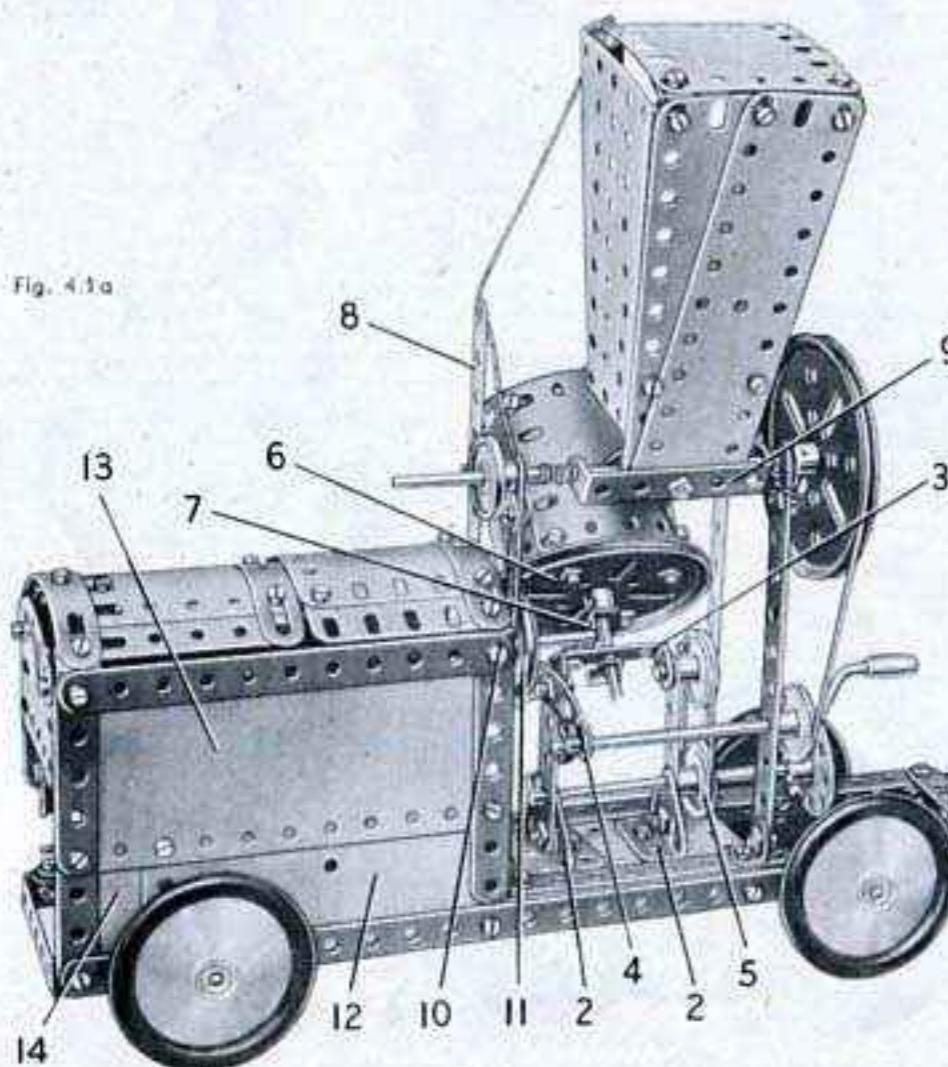

Fig. 4.1a
Les supports de la trémie de chargement sont quatre bandes de 11 trous fixées sur des équerres boulonnées au châssis et reliées à leur sommet par des bandes incurvées épauflées. Deux des bandes de 11 trous sont prolongées par des bandes de 5 trous (8). Les côtés de la trémie sont des plaques secteur à rebords qui sont boulonnées sur des plaques flexibles de 14×4 cm. disposées comme le montre la figure 4.1a. L'arrière de la trémie est une plaque flexible de 6×6 cm. fixée par des équerres.